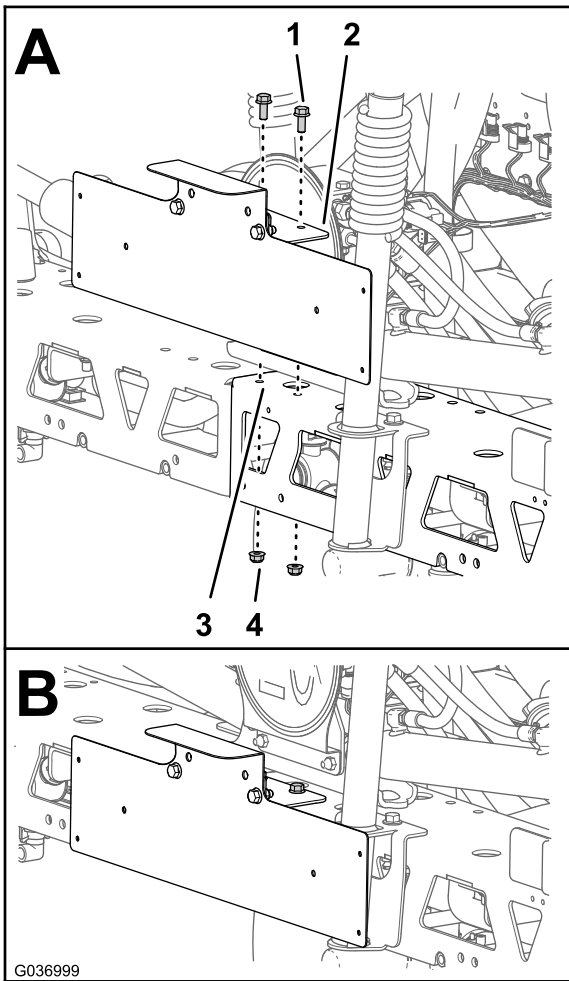

Figura 16
- Alinee los orificios del soporte de sujeción con los orificios en el bastidor de la sección de brazo central (A en la Figura 16).
3. Instale el soporte de sujeción en la sección del brazo central (B en la Figura 16) con 2 pernos con arandela prensada (5/16" x 3/4") y 2 contratuercas con arandela prensada (5/16").